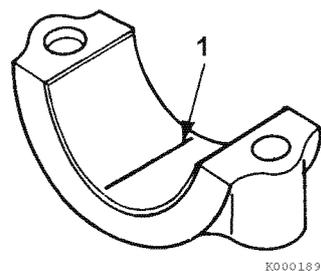

Figure 6-67
- 2- Placez un morceau de PLASTIGAGE (1, **Figure 6-67**) sur toute la largeur de chaque insert de palier.